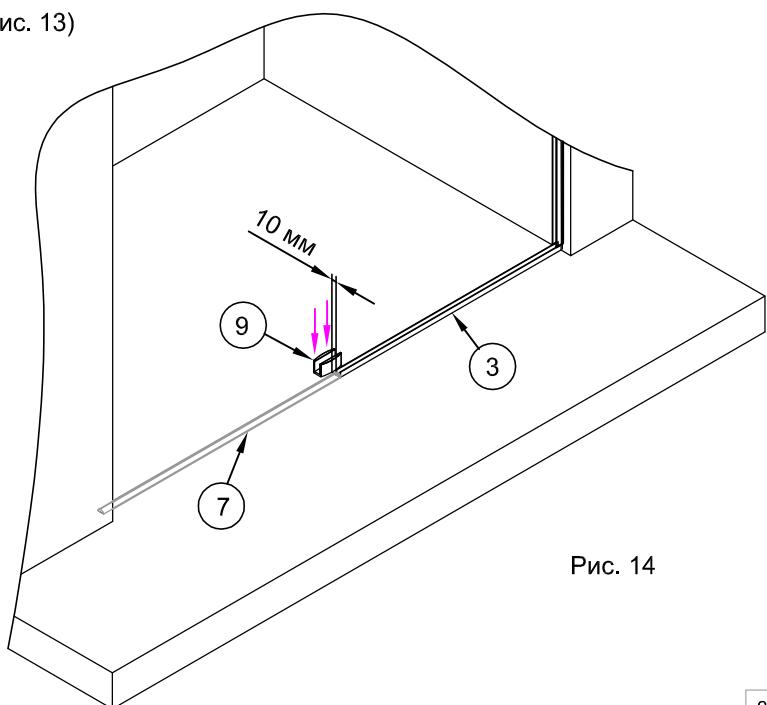

Рис. 14
Середина направляющей напротив торца профиля №3. Расстояние от внутреннего угла профиля №3 - 10 мм. (рис.14)
4.5. Карандашом или фломастером провести разметку мест сверления отверстий под дюбели, используя отверстия в направляющей №9, для её крепления к полу (рис.14).
Вставить в отверстия дюбели №17. При необходимости использовать молоток. (рис.14)